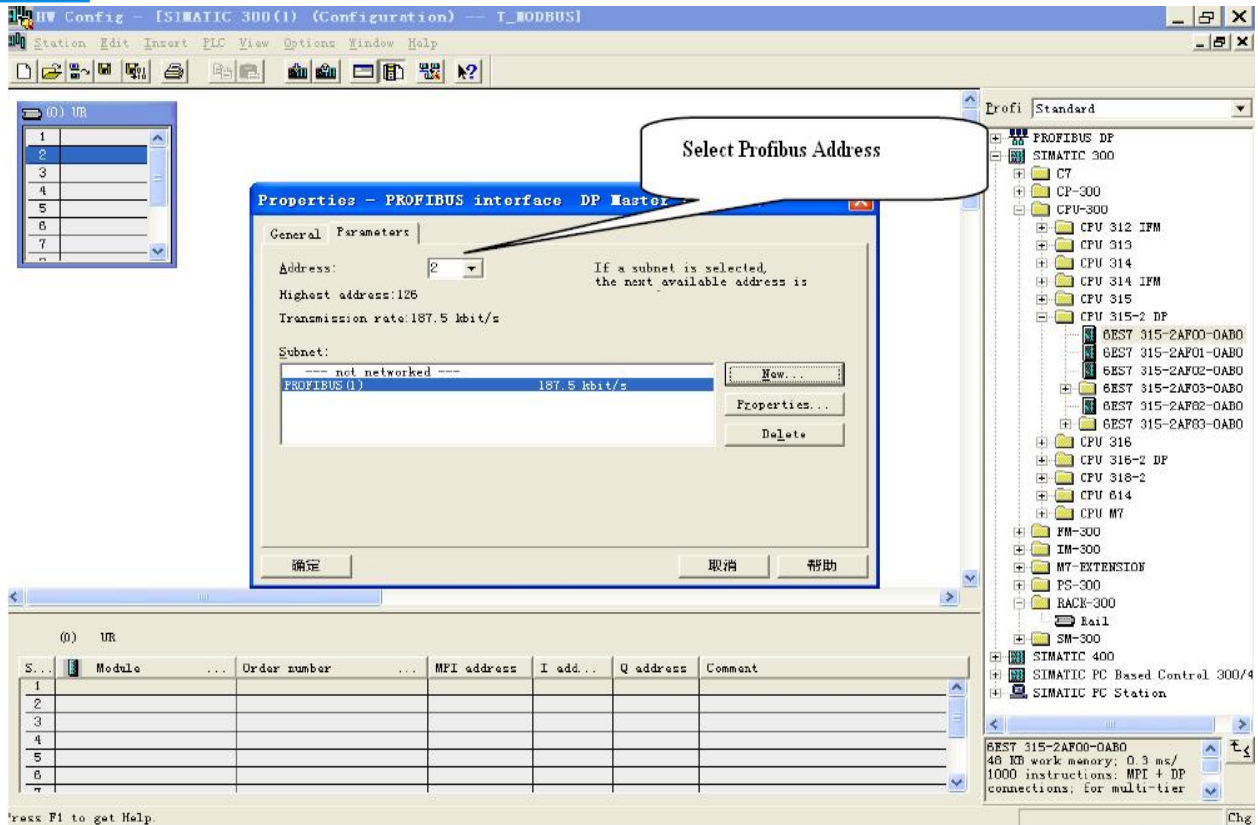

图 11
4. 选择 PROFIBUS Master station 地址，如图 11: